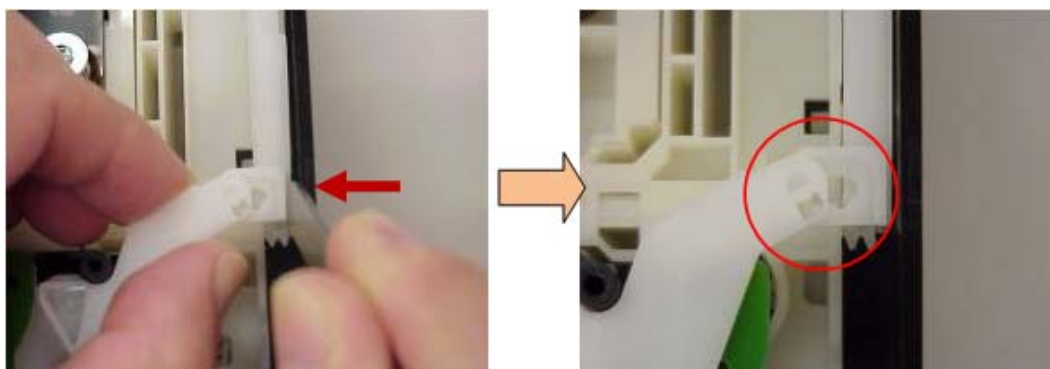

Fig. 1.29
Coloque el gancho (cuña) del brazo (I) al orificio del deslizador empujando este como lo indica la imagen. (Fig. 1.29)